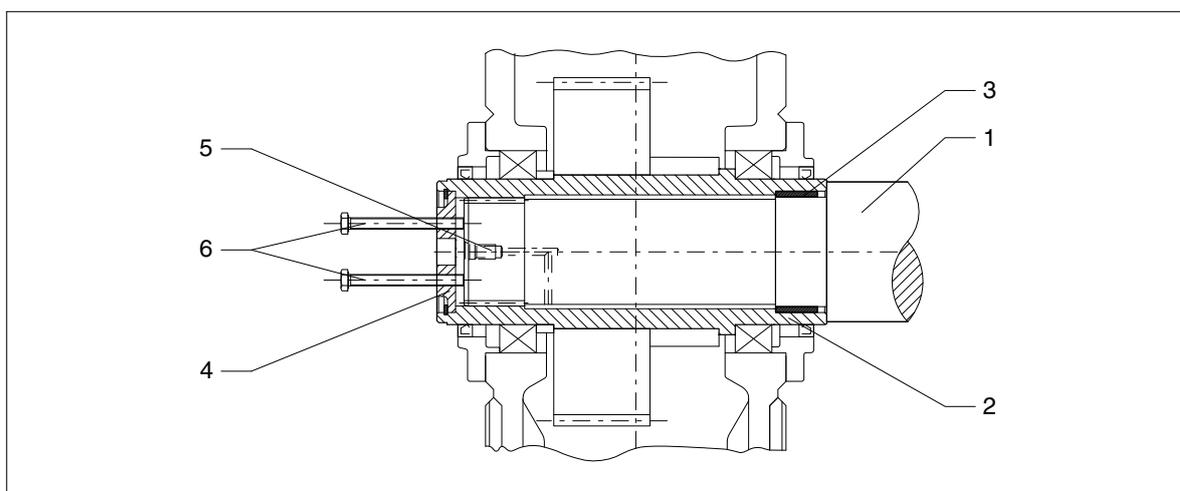

Figura 52: Eixo oco com perfil de cubo dentado, desmontagem através disco final
- através de parafusos extractores colocados em um disco final (ver figura 52), ou